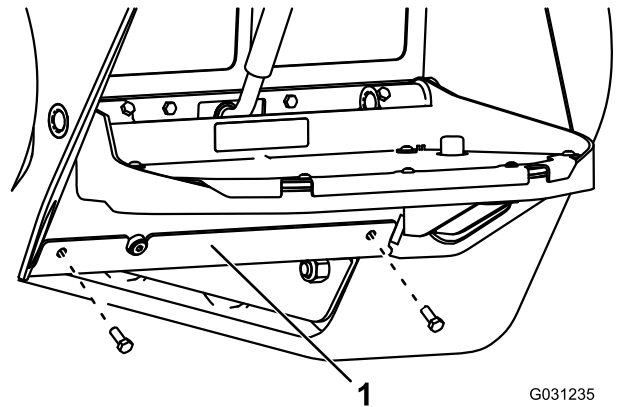

Figure 67
4. Enlevez les 2 boulons de fixation de la plaque inférieure et déposez la plaque (Figure 67).
8. Posez la plaque inférieure (Figure 67).